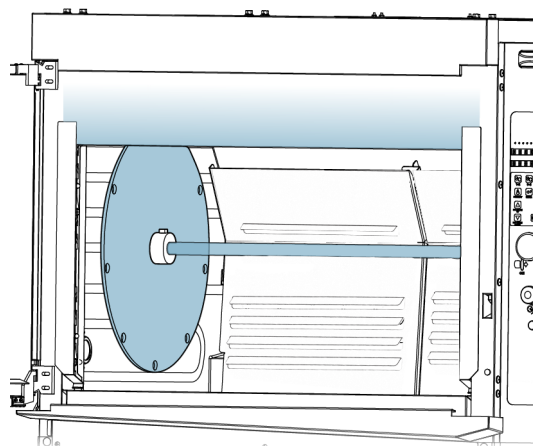

Figure 6
6. En se référant à la Figure 6, vaporisez le SOIL SHIELD uniformément sur: